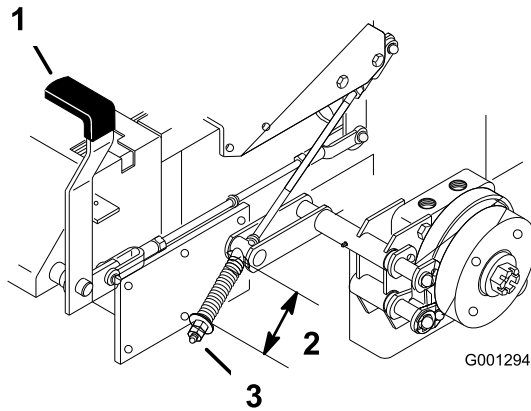

Figure 62
2. Mesurez la longueur du ressort. Les rondelles doivent être espacées de 64 mm (2-1/2 po) (Figure 62).
3. Si un réglage est requis, desserrez le frein de stationnement, desserrez l'écrou de blocage situé sous le ressort et réglez l'écrou directement au-dessous du ressort (Figure 62). Modifiez le serrage de l'écrou jusqu'à ce que le ressort ait la longueur voulue. Tournez l'écrou dans le sens horaire pour raccourcir le ressort et dans le sens anti-horaire pour l'allonger.